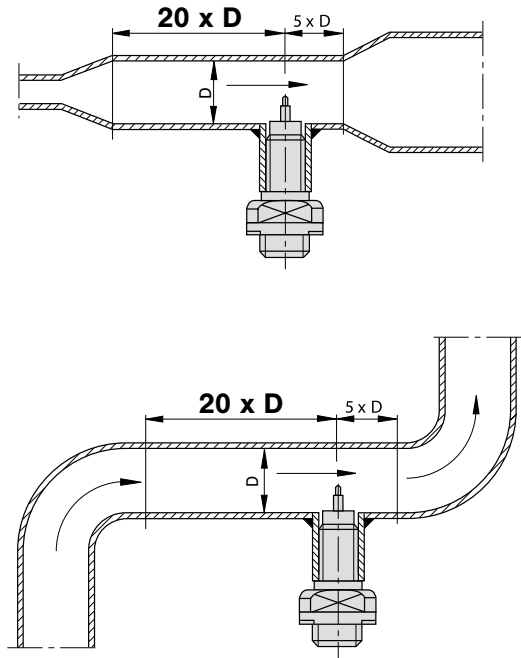

Fig. 4
- Um Strömungsturbulenzen an den Messfühlern zu vermeiden, den Durchflussmesser nur in gerade Rohrleitungen einbauen. Auf ausreichenden Abstand zu Querschnittsänderungen, Rohrkrümmungen und Ventilen/Schiebern achten (siehe Fig. 4).
- The flow meter should be installed only in a straight section of piping. To avoid any effects of turbulence there should be a specific distance before and a specific distance after the flow meter before or after any bends, valves and changes in pipe diameter (see fig. 4).